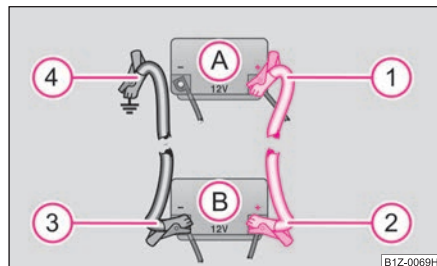

Fig. 217 Executarea pornirii cu ajutorul bateriei altui autovehicul: A - bateria descărcată, B - bateria furnizoare de curent
- Prindeți un capăt la polul plus ① ⇒ fig. 217 al bateriei descărcate (A).
- Prindeți celălalt capăt la polul plus ② al bateriei care furnizează curent (B).